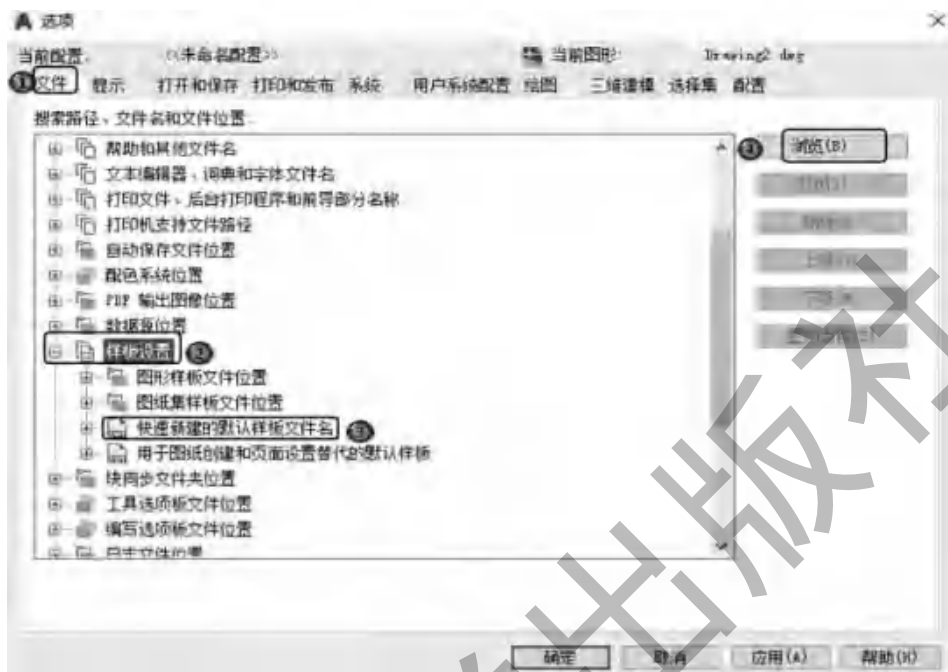

图 1-20 “文件”选项卡
(1) 在命令行输入“FILEDIA”,按 Enter 键,设置系统变量为 1;在命令行输入“STARTUP”,设置系统变量为 0。
(2) 选择菜单栏中的“工具”→“选项”命令,在“选项”对话框中选择默认图形样板
文件。具体方法如下：①在“文件”选项卡中，②单击“样板设置”前面的“+”，③在展开的选项列表中选择“快速新建的默认样板文件名”选项，如图 1-20 所示。④单击“浏览”按钮，打开“选择文件”对话框，然后选择需要的样板文件即可。